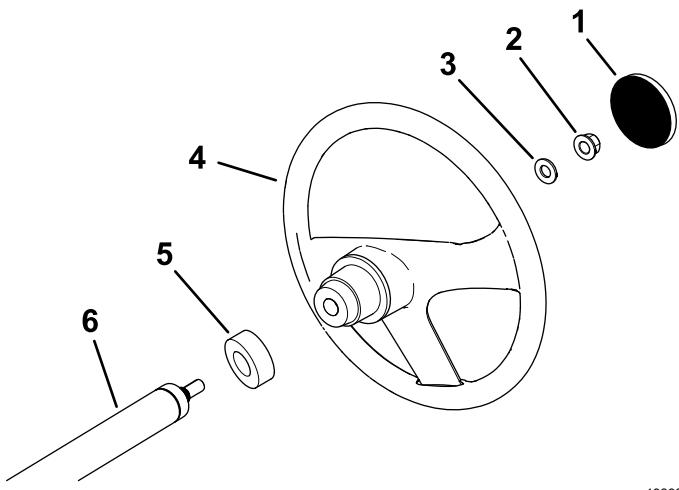

Figure 3
3. Glissez le volant, le pare-poussière et la rondelle (1/2 po) sur l'arbre de direction (Figure 3).
5. Reposez le couvre-moyeu sur le volant (Figure 3).
1. S'il est présent, déposez le couvre-moyeu du volant (Figure 3).
2. Retirez le contre-écrou (1/2") de l'arbre de direction (Figure 3).